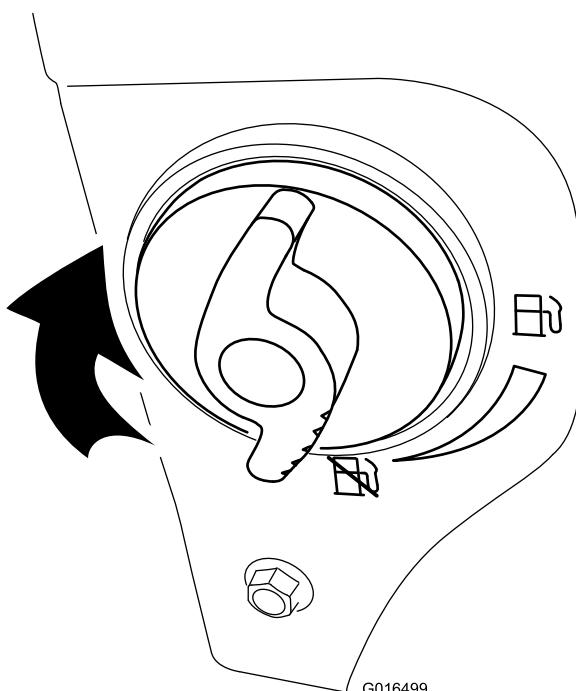

Рисунок 26
4. Закройте отсечной топливный кран, повернув его по часовой стрелке (Рисунок 26).